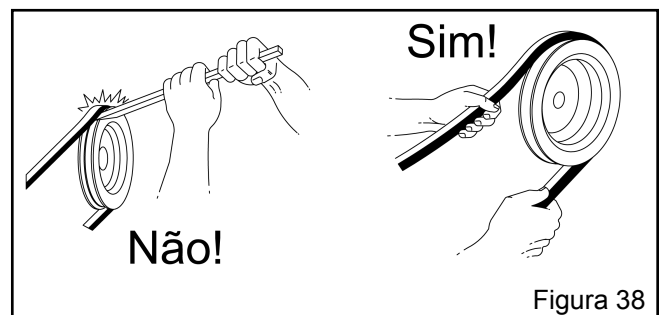

Figura 38
- A substituição de correias sempre deve ser feita sem o uso de ferramentas que entrem em contato com a correia ou com a polia. Assim procedendo, você preservará a vida dos cordoneis e manterá as polias intactas. (Figura 38).